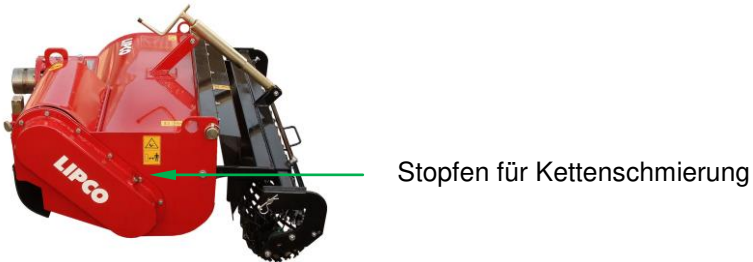

Abb. 10
- Über den entsprechenden Stopfen den Schmierfettstand im Kettenantrieb kontrollieren (Abb.10). Dies sollte geschehen, nachdem die Maschine schon einige Minuten gearbeitet und das Fett sich erwärmt und gleichmäßig verteilt hat. Mit einem Messstab den Fettstand kontrollieren (dieser sollte mind. 5 cm, gemessen vom tiefsten Punkt des Kettenkastens betragen, damit die Kette immer ausreichend geschmiert ist).